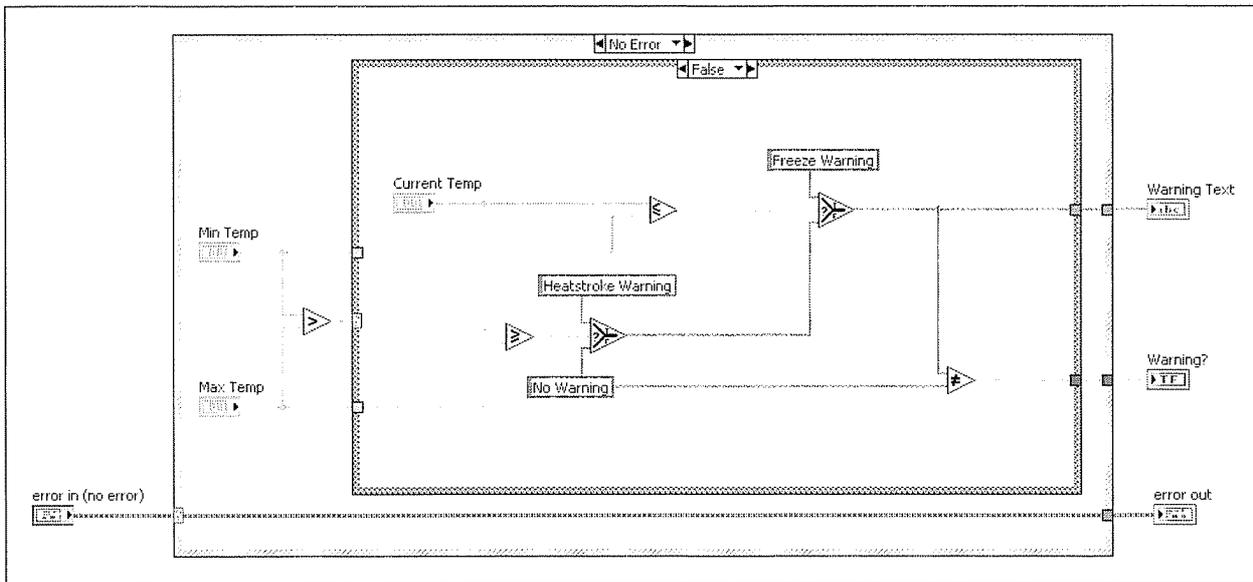

Figura 7-9. Caso No Error del VI Determine Warnings
- Rodee el código del diagrama de bloques con una estructura Case como en la figura 7-9. Deje los indicadores Warning Text y Warning? fuera de la estructura Case.
- Cablee el cluster de error a través de la estructura Case hasta el indicador **error out** como se muestra en la figura 7-9.